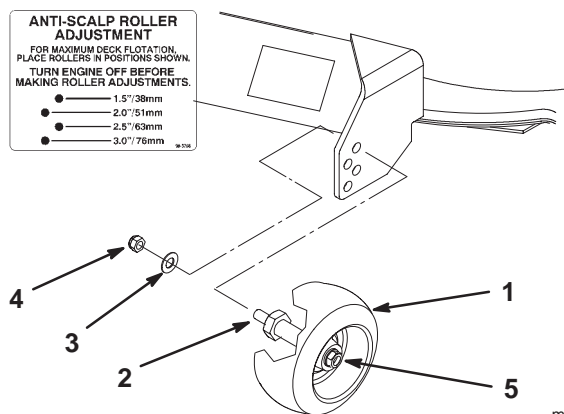

Figure 12
2. Lorsque la hauteur de coupe est réglée, enlevez l'écrou et la rondelle tout en maintenant le goujon avec une clé (Fig. 12).
**Remarque :** N'enlevez pas l'écrou et la rondelle de la roue (Fig. 12).
3. Choisissez le trou pour que la roue de jauge se trouve le plus près possible de la hauteur de coupe correspondante voulue (Fig. 12).
4. Remettez l'écrou et la rondelle sur le goujon (Fig. 12).